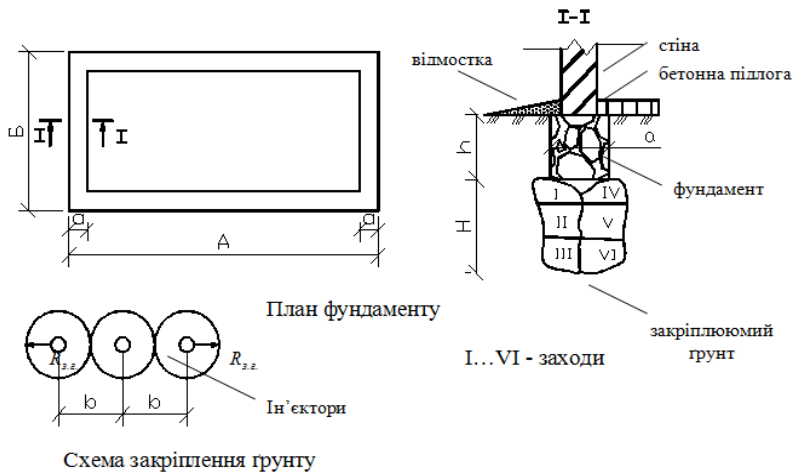

Рисунок 2 – Схема стрічкового фундаменту
**Завдання.** Розробити календарний графік виконання робіт при зміцненні ґрунту підвалин фундаменту дворозчинною силікатизацією (рис. 2), попередньо визначив їх склад та обсяг і склав калькуляцію трудових витрат.
**Завдання.** Визначити склад та обсяг робіт при зміцненні фундаменту (рис. 2) монолітною обоймою, вибрати методи їх виконання, скласти калькуляцію трудових витрат і розробити календарний графік.